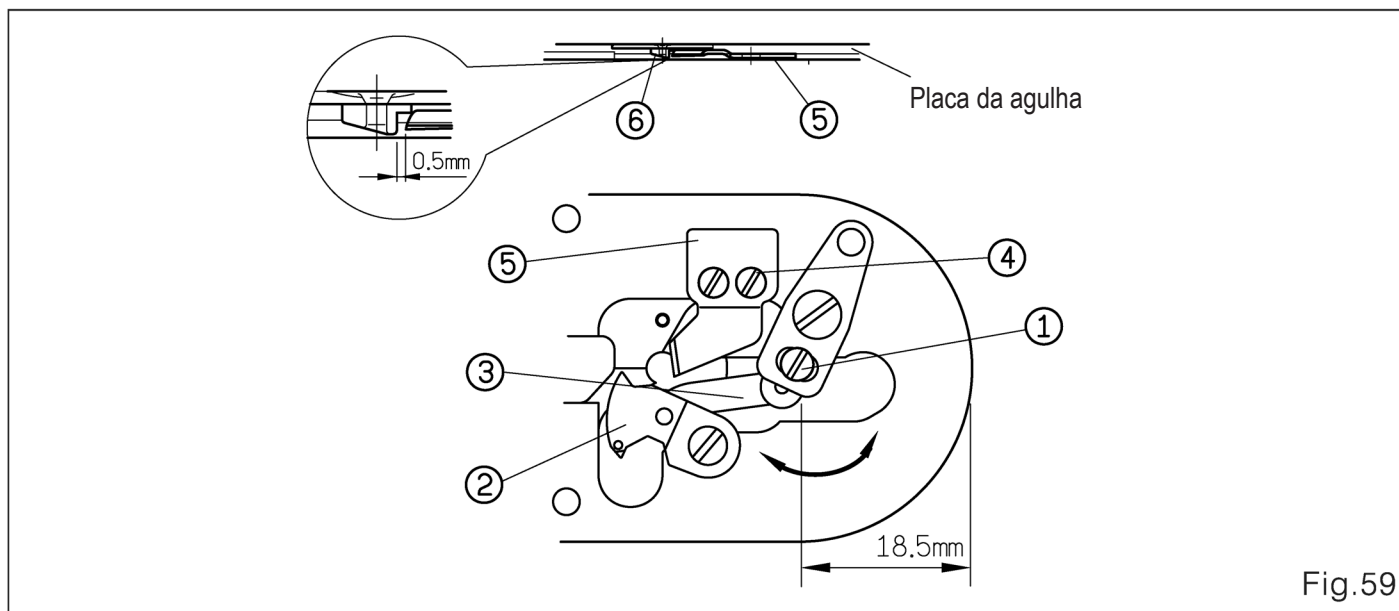

Fig.59
4. Ajuste a faca móvel e fixa (Fig.59)